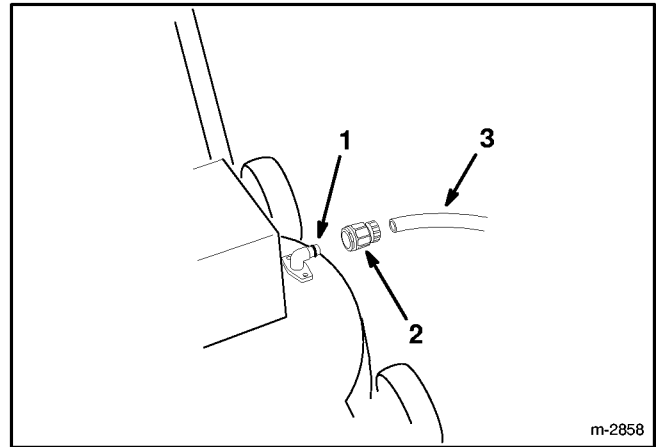

Abbildung 29
- Eine Schnelltrennkupplung (separat erhältlich) am Ende des Gartenschlauchs anschließen. Die Kupplung am Spülanschluß des Rasenmähers anschließen und das Wasser aufdrehen (Abb. 29).